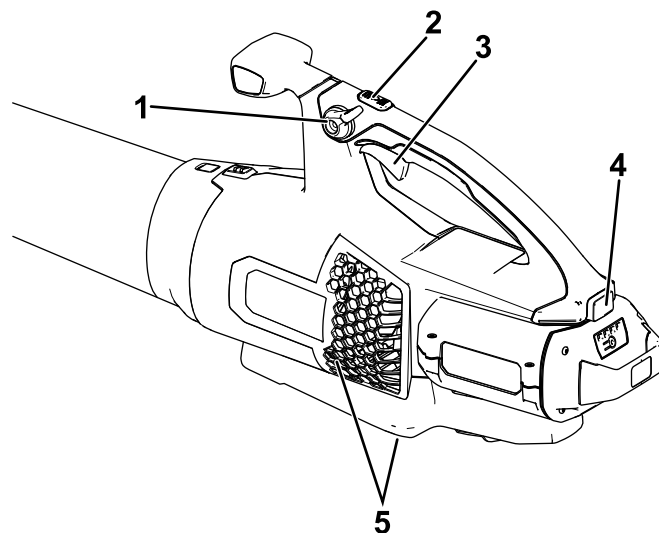

Figure 6
4. Pour mettre le souffleur en marche, serrez la gâchette de vitesse variable (Figure 6).
Remarque: Enclenchez le blocage de vitesse pour garder la machine en marche sans avoir à appuyer sur la gâchette de vitesse variable (Figure 6).
Pour obtenir des performances optimales (débit d'air), appuyez à fond sur la gâchette de vitesse variable, puis maintenez le bouton Turbo Boost enfoncé pendant la durée souhaitée (Figure 6).
Pour régler le débit du souffleur en marche, serrez la gâchette de vitesse variable (Figure 6).
Pour maintenir le débit d'air actuel, engagez le blocage de vitesse (Figure 6).
Pour arrêter le souffleur, déverrouillez le blocage de vitesse (le cas échéant) et relâchez la gâchette de vitesse variable (Figure 6).